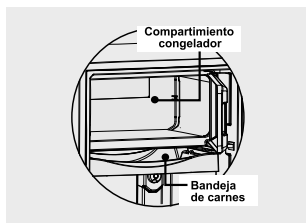

Figura 39
- Retire los productos almacenados en la bandeja de carnes y el compartimiento congelador. (Figura 39) estos pueden ser almacenados en los entrepaños del conservador, empacados en recipientes cerrados para evitar derrames producto de la descongelación de los mismos.